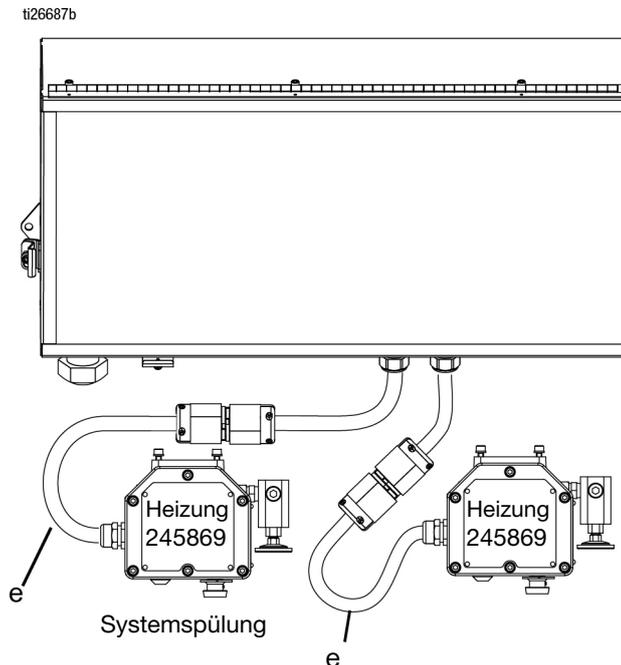

ABB. 16
- e. **Bei Modellen für Nicht-Gefahrenbereiche:** Schließen Sie die Heizungskabel (e) für die Behälter- und Spülheizung an. Siehe ABB. 16.